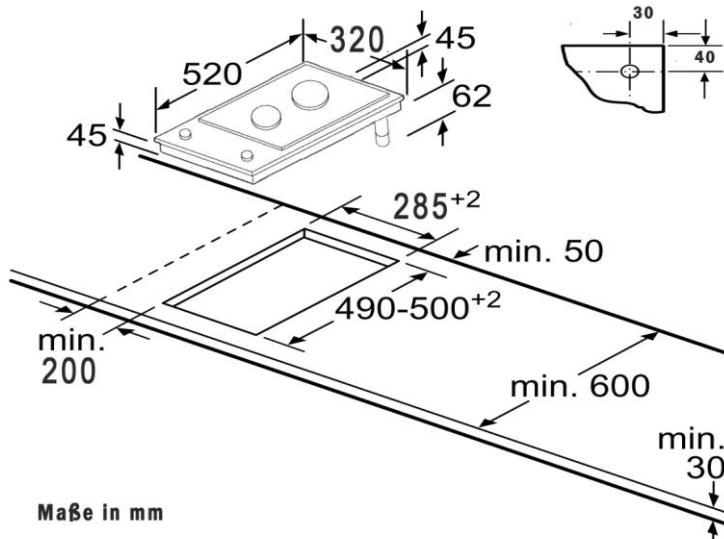

Abb. 4
Es ist eine Zeichnung gemäß den beiliegenden Diagrammen anzufertigen, siehe Abb.4 für Modellausschnittdetails. Wir empfehlen, die Unterseite des Kochfeldes abzuschirmen. Insbesondere dann, wenn dieser Bereich für die Lagerung oder den Einbau eines anderen Gerätes genutzt werden soll. Die Abschirmung sollte aus nicht brennbarem Material gefertigt sein. Wenn das Gehäuse aus brennbarem Material gefertigt ist, sollte ein Mindestluftspalt von 30 mm zwischen dem untersten Teil unter dem Kochfeld und der Abschirmung vorhanden sein. DIESER LUFTRAUM MUSS GUT BELÜFTET SEIN.
Befestigen Sie das Gerät mit den mitgelieferten Befestigungsschrauben (siehe Abb. 4 für Details). Vergewissern Sie sich, dass das Gerät vollständig in der Öffnung sitzt, bevor Sie es an seinem Platz befestigen.
- Zwischen dem Kochfeld und den Thekenwänden sollte ein Sicherheitsabstand gelassen werden (Abb. 4).
- Die für das Kochfeld vorzusehende Bohrung in der Theke sollte gemäß der Darstellung in Abb. 4 sein.